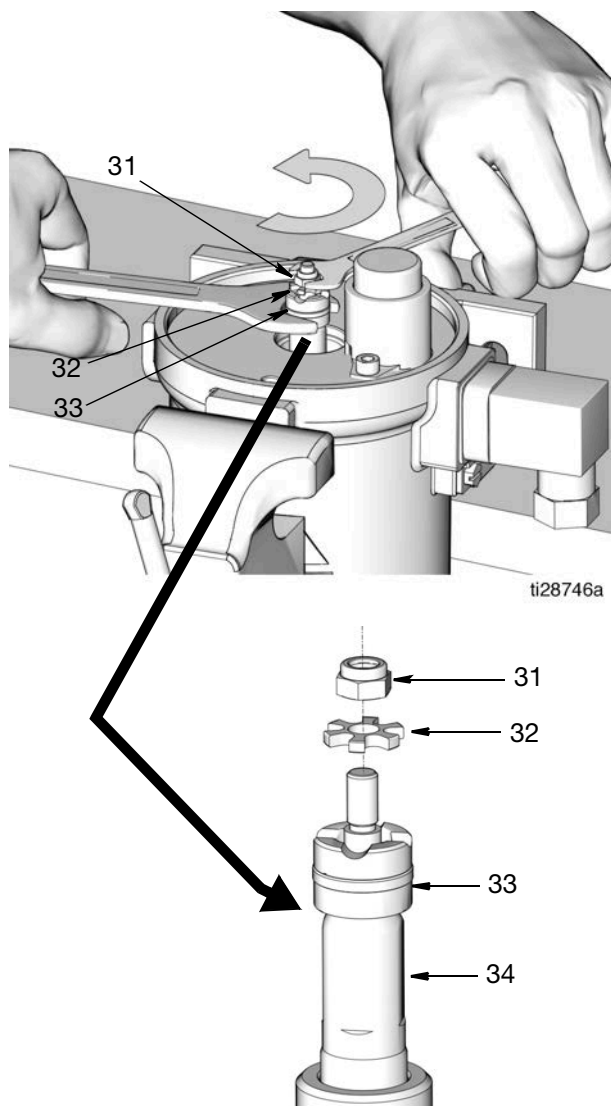

FIG. 19
15. Sous-ensemble (33) du piston de la pompe
Mettre une clé sur les méplats de la tige de piston (34). Utiliser une deuxième clé pour déposer le contre-écrou (31) et la rondelle éventail (32) du dessus du piston (FIG. 19). Déposer le contre-écrou et la rondelle éventail. Conserver ces pièces pour le remontage.